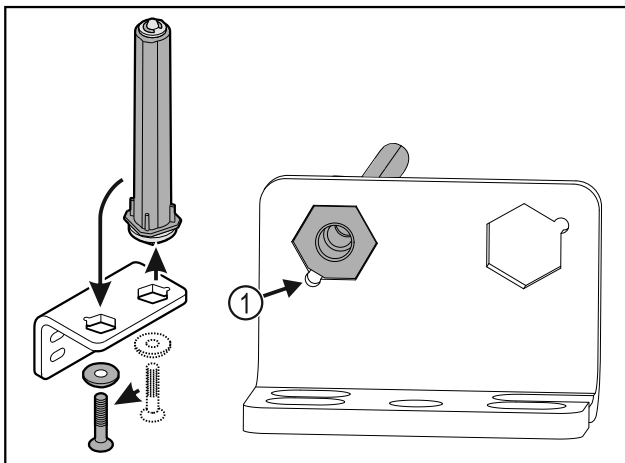

Fig. 29
- ▶ Let erop dat bij het plaatsen de boutafschuining Fig. 29 (1) naar het ronde gat wijst.